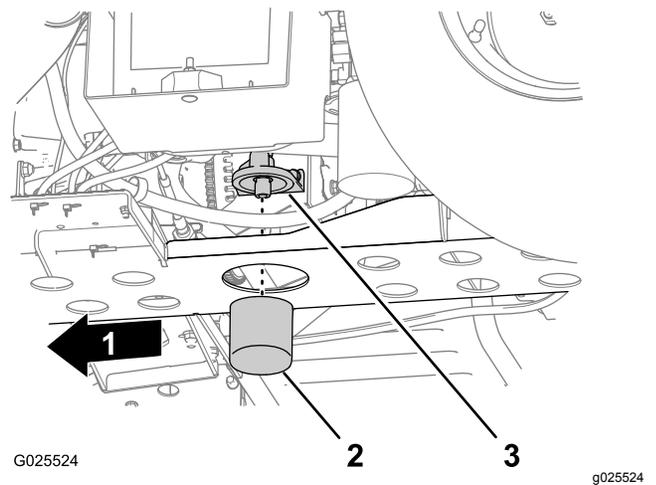

图45
- 从滤芯适配器中取出机油滤芯图45。
- 将滤芯适配器的密封座擦拭干净图45。
- 安装过滤器直至垫片与滤芯适配器的密封座接触然后将过滤器顺时针拧紧 1/2 至 2/3 圈图45。